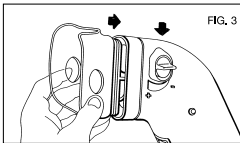

FIG. 3
3. Bringen Sie die Maske wieder an (Abb. 3). Überprüfen Sie, ob der Einstellknopf in der gewünschten Position ist: (-) für die unteren Atemwege, (+) für die oberen Atemwege.